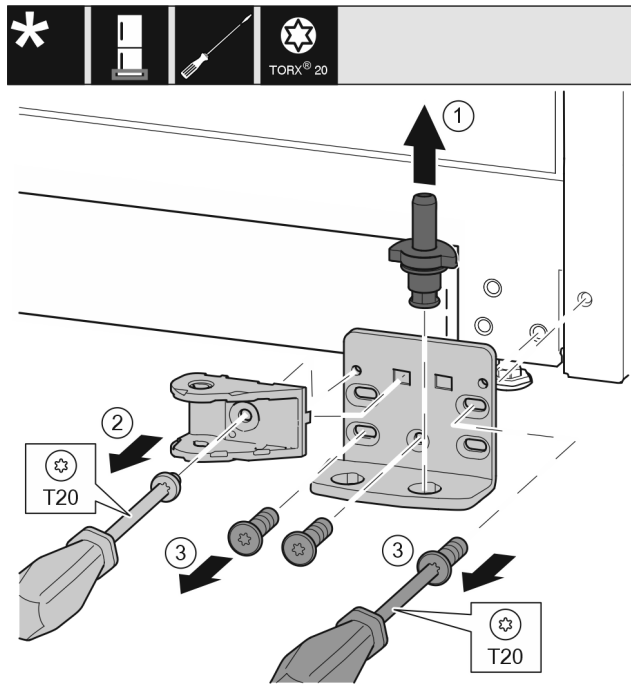

Fig. 34 *
- Irrota laakeripultti kokonaan vetämällä se pois yläkautta. Fig. 34 (1)*
- Kierrä ruuvi irti T20-ruuvimeisselillä ja irrota laakeripukki. Fig. 34 (2)*
- Kierrä ruuvit irti T20-ruuvimeisselillä ja irrota laakeripukki. Fig. 34 (3)*